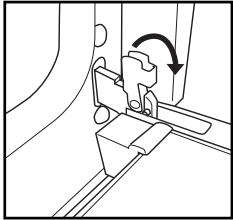

Fig. 1
2. Levantar las sujeciones y empujarlas al máximo hacia delante (Fig. 1).